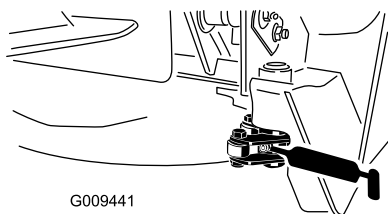

Figura 40
- 2 perni orientabili del fermo (Figura 40)